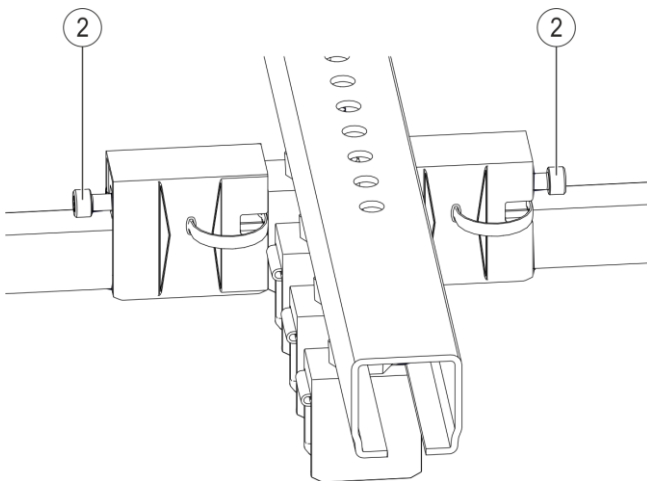

Fig. 93 : Visser les bornes fixes 0812
- Serrer la vis latérale (pos. 2) (voir Fig. 93) sur les bornes fixes au couple prescrit (clé de 5, clé dynamométrique : **5,5-6 Nm**). Ne serrer les vis que lorsque le réglage de l'installation et celui des éléments de dilatation (voir le chapitre 6.4.3.7) sont terminés.